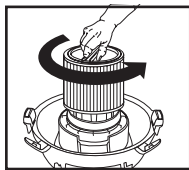

FIGURA 15
21. Para retirar el filtro para su limpieza, sostenga de nuevo la tapa del depósito y gire el retenedor del filtro en sentido contrario a las agujas del reloj para soltarlo y retirarlo. **FIGURA 15.**